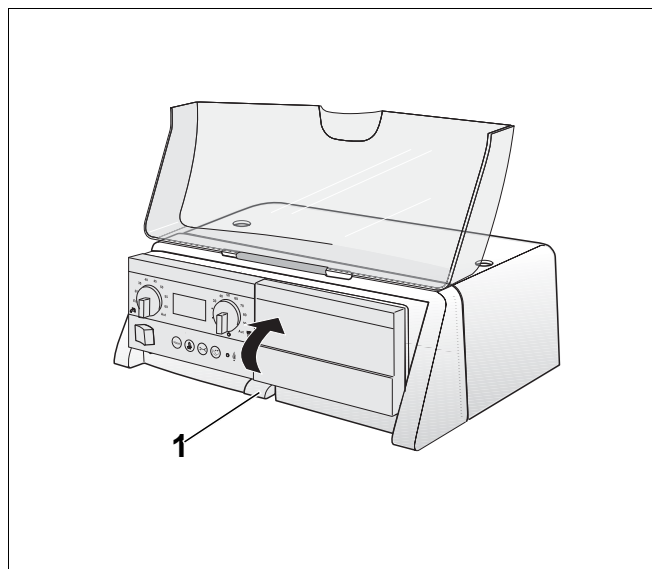

Рис. 11 Наклон крепления главного регулятора
- Отожмите вниз средний крюк (рис. 11, поз. 1) на креплении главного регулятора.